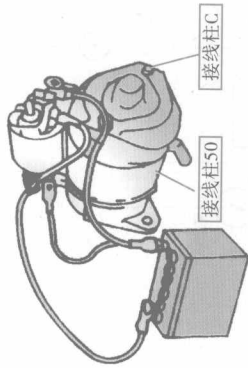

图3-7 吸拉线圈的测试
- 1) 从车上拆下起动机,将励磁线圈导线从接线柱C上拆下来,按如图3-7所示的方法将蓄电池接到电磁开关上,此时,小齿轮应向外移动。